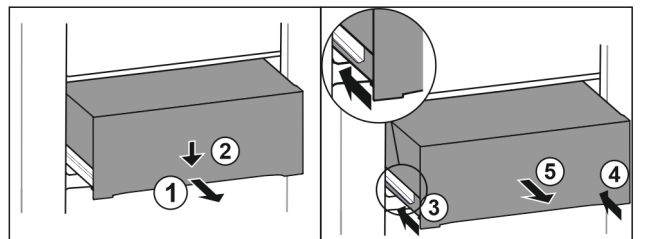

Fig. 81
- ▶ Vedä laatikko puoliväliin ulos. Fig. 81 (1)
- ▶ Paina vetolaatikkoa etupuolelta alaspäin. Fig. 81 (2)
- ▶ Työnnä vasenta kiskoa noin 2 cm sisään. Fig. 81 (3)
- ▶ Työnnä oikeaa kiskoa noin 2 cm sisään. Fig. 81 (4)
- ▶ Poista vetolaatikko vetämällä sitä eteenpäin. Fig. 81 (5)